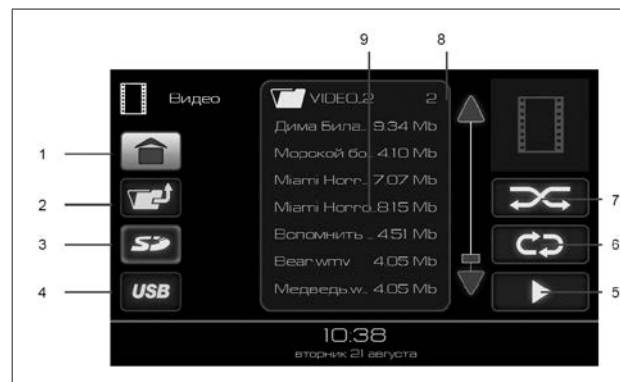
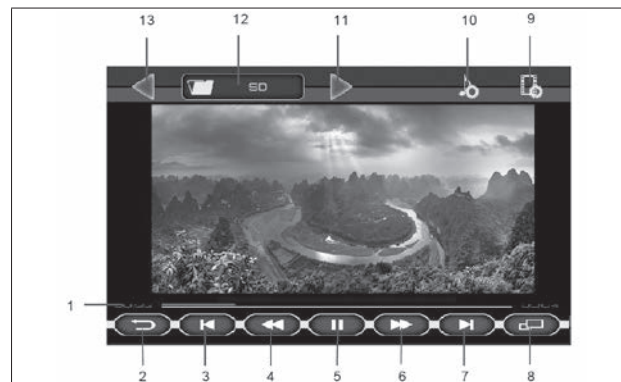

Рис. 6. Окно режима «ВИДЕО»
Рис. 7. Окно проигрывания видеофайлов
Доступные для воспроизведения видеофайлы и папки отображаются в списке (9), рис. 7. Двойное нажатие на изображение папки  отобразит список видеофайлов в этой папке. Для выхода из папки нужно нажать кнопку 2 (рис. 6).
- либо двойное нажатие на выбранный файл позволяет воспроизвести именно его, при этом доступна функция включения режима повторного воспроизведения выбранного файла (кнопка 6, рис. 6);
- либо нажатие на кнопку воспроизведения файлов (кнопка 6, рис. 6) позволяет воспроизвести все видеофайлы, находящиеся в списке (9) на рис. 6;
- либо выбор папки одиночным нажатием на изображение  папки в списке (9) рис. 6, а затем нажатие кнопки воспроизведения файлов (кнопка 5, рис. 6) позволяет воспроизвести все видеофайлы, находящиеся в выбранной папке и ее подпапках.
Для включения полноэкранного режима воспроизведения нажать кнопку **8** (рис. 7) или на изображение.
Если при воспроизведении видеофайла нажать на кнопку **II (5)** (рис. 7), а затем нажать на кнопку возврата (кнопка **2**, рис. 7), то произойдет переход в главное меню и в кнопке **«Видео»** (рис. 2) появляется индикатор паузы. Этот режим позволяет вернуться к воспроизведению видеофайла с того места, где была поставлена пауза.